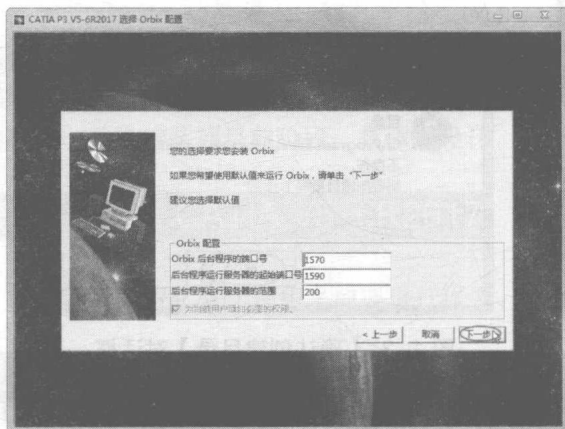

图 1-8 选择 Orbix 配置
- 07 单击【下一步】按钮，选择 Orbix 配置，如图 1-8 所示。